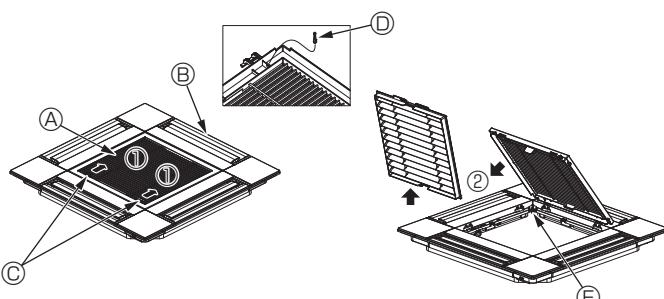

Fig. 5-3
5.2.1. Demontera luftintagsgallret (Fig. 5-3)
- Skjut spakarna i pilens riktning ① för att öppna gallret.
- Se till att luftintagsgallret är ställt i "öppet" läge och ta bort gångjärnet på luftintagsgallret från gallret i enlighet med pilen ②.
- (A) Luftintagsgaller